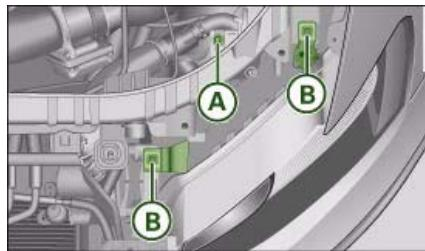

Fig. 251 Faro principal: Fijaciones marcadas
- Suelte el tornillo de fijación inferior del faro principal ⇒ fig. 251 **(A)**.
- Retire los dos tornillos de fijación superiores del faro principal ⇒ fig. 251 **(B)**.